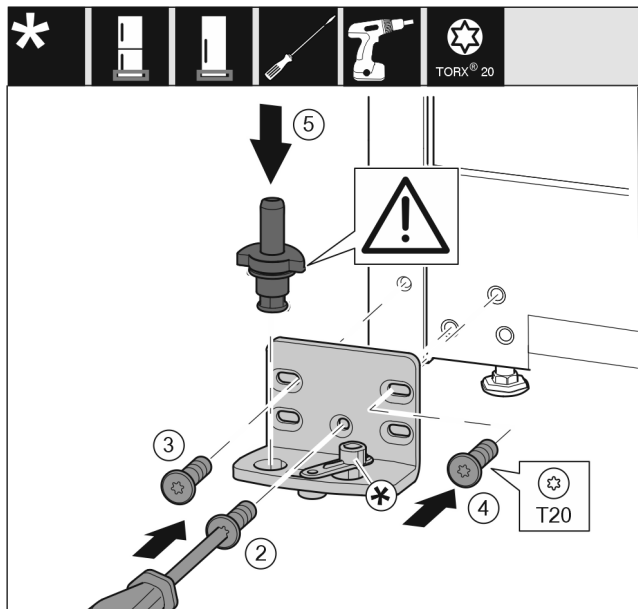

Fig. 16
- ▶ Установите опорный кронштейн с другой стороны и прикрутите с помощью отвертки T20. Начиная с винта 2 снизу в центре. Fig. 16 (2)
- ▶ Затяните винты 3 и 4. Fig. 16 (3,4)
- ▶ Установите опорный палец в сборе. При этом следите за тем, чтобы выступ фиксатора был направлен назад. Fig. 16 (5)